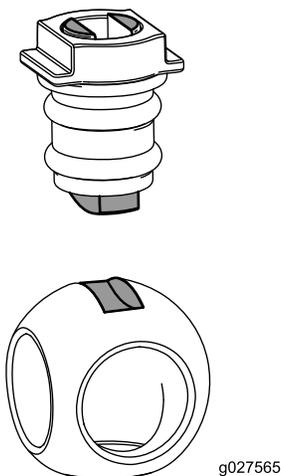

图114
6. 将球插入阀体（图114）。
**注意：** 阀杆应能够插入球驱动槽内部。如果阀杆不能插入，请调整球的位置（图114）。